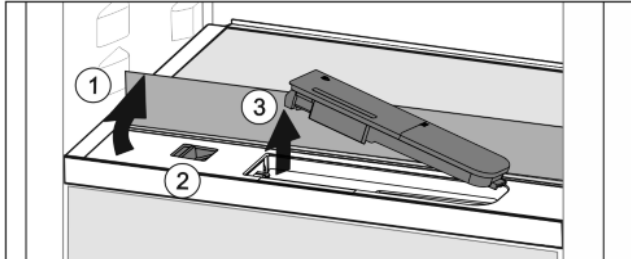

Fig. 47
- Glasplatte anheben und bis zum Anschlag nach hinten klappen Fig. 47 (1).
- Schieber Fig. 47 (2) nach links schieben.
- Wassertank entnehmen Fig. 47 (3).